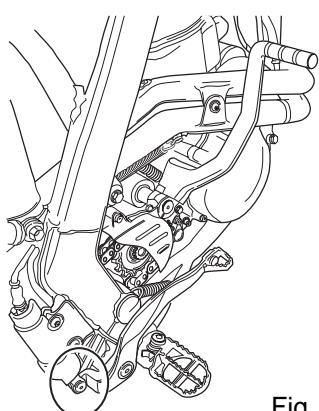

Fig. 32
1. Controllare che il livello dell'olio si trovi sempre tra il segno di minimo e massimo del serbatoio "C" (Fig.32) del freno posteriore. Rabboccare se necessario (olio Dot 4 o 5).
1. Check that the fluid level is always between the MIN and MAX marks on the reservoir "C" (Fig.32) for the rear brake. Top up as necessary (DOT 4 or 5 oil).
1. Der Bremsflüssigkeitsstand muss immer zwischen der MIN- und MAX-Marke am Bremsflüssigkeitsbehälter "C" (Abb. 32) liegen, andernfalls sofort Bremsflüssigkeit (DOT 4 oder 5) nachfüllen.
1. Vérifier que le niveau de l'huile soit toujours compris entre les repères MIN et MAX dans le réservoir "C" (Fig.32) du frein arrière. Faire l'appoint, si besoin en est (huile Dot 4 ou 5).